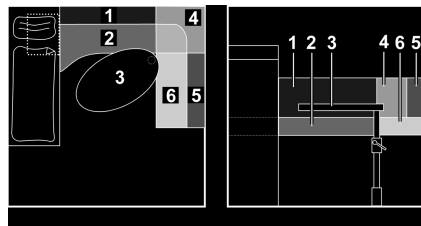

Fig. 74 Avant la transformation
- Démontez la table (Fig. 74,3) (voir paragraphe 7.7).
- Retirez les coussins de dossier (Fig. 74,1, 4 et 5) et les placez de côté.